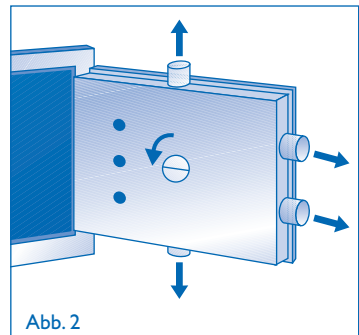

Abb. 2
- B) Unter Benutzung des Schlüsselgriffs oder eines anderen Werkzeugs die Schraube, die sich in der Tür befindet (Abb. 2), nach links (im Gegenuhrzeigersinn) bis zur waagerechten Position verdrehen.